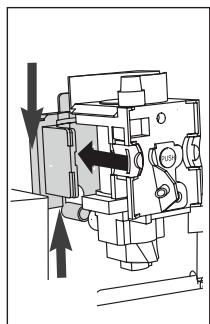

Rys. 39
- Wciśnij do środka dwa czerwone przyciski zwalniające i jednocześnie pociągnij zaparzacz do przodu (Rys. 39).